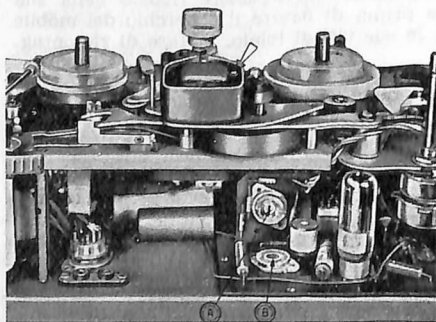

Fig. 7
**Taratura dell'indicatore del livello di registrazione.** - La resistenza semifissa « A » serve per la taratura dell'indicatore del livello di registrazione. Essa viene regolata in fabbrica in sede di collaudo e non è quindi necessario, normalmente, ritoccarne la regolazione: nel caso però in cui, per sostituzione delle valvole o per altri motivi, le variazioni luminose fossero insufficienti od eccessive si operi come segue (fig. 7):
— regolare la resistenza semifissa « B » a mezzo di un piccolo cacciavite, fino ad ottenere una corrente di 0,28 A (fig. 7);